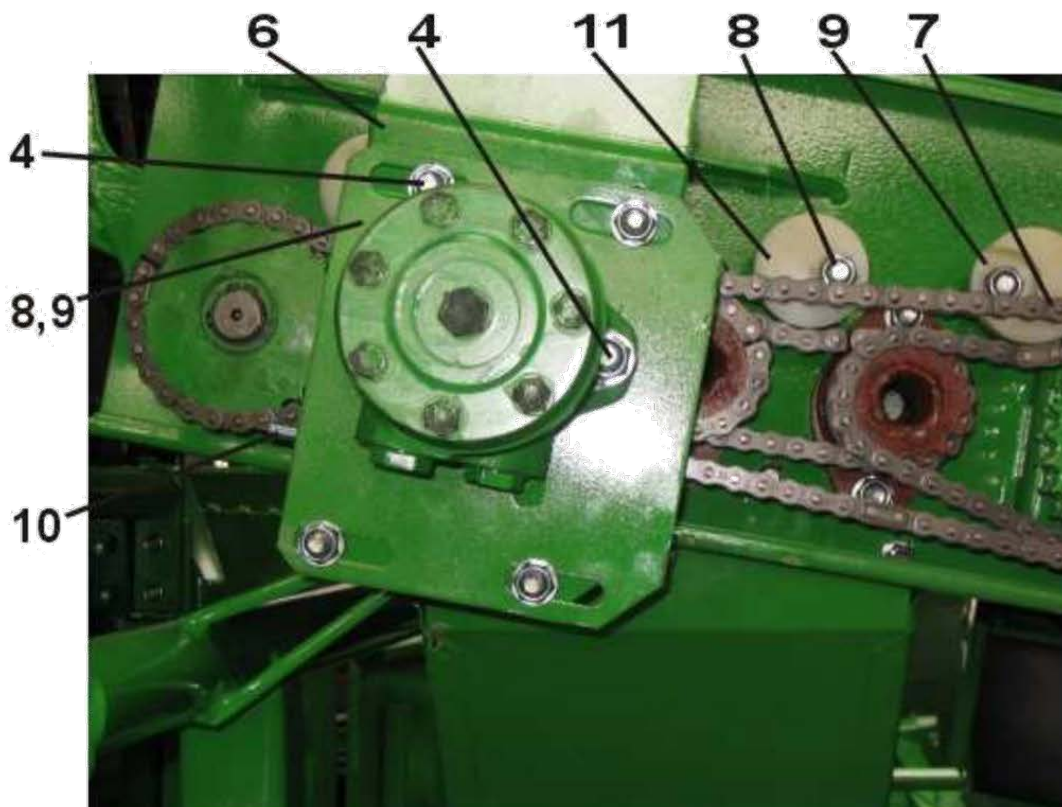

Abb. 39. Einstellung der Kettenspannung des Tischantriebs
- löse die Schrauben (1 Abb. 39 A, B),
- entferne die Abdeckung (2),
- löse die Muttern (4), welche das Ansatzstück (6) befestigen,
- verschiebe das Ansatzstück (6) um die Kette (7) an zuspinnen. Dazu ziehe die Mutter und die Spannschraube (10) an,
- ziehe die Muttern (4) an,
- löse die Muttern (8), wende das Spannwerk (9, 11), ziehe die Muttern (8),
- montiere die Abdeckung (2),
- ziehe die Schrauben (1) an.
- löse die Muttern (5 Abb. 39 C, D),
- entferne die Abdeckung (3),
- löse die Muttern (8),
- wende das Spannwerk (9,11), ziehe die Muttern (8) an,
- montiere die Abdeckung (3),
- ziehe die Muttern (5) an.